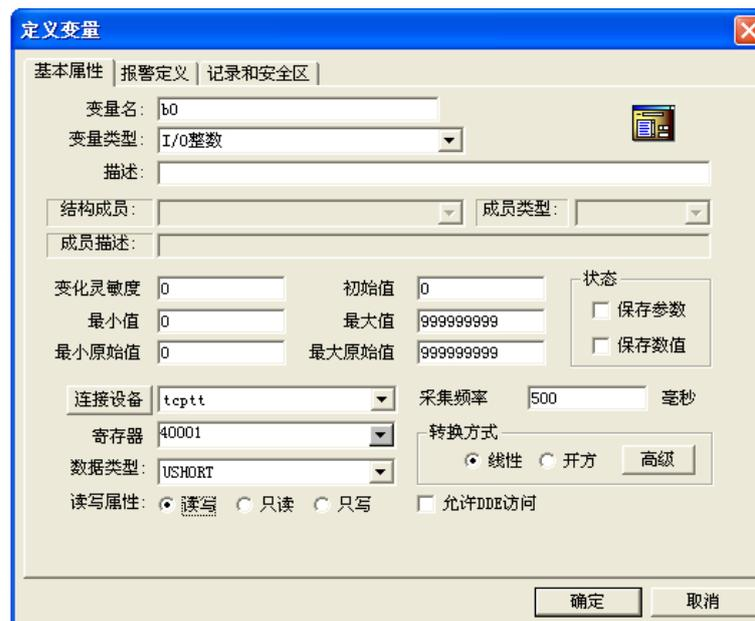

图 B-3-10
(3) 如图 B-3-10, 变量类型选择 I/O 整数, 寄存器 40001 对应 PLC 输入区第 1 个字 (整型即上面组态的%IW4)。